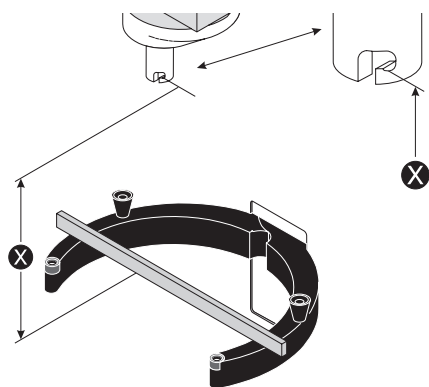

Рис. 6 Измерение высоты дежи X:
Расстояние (X) следует измерять от нижней части байонетного отверстия до поверхности захватов, на которые опирается дежа (рис. 6). Захваты дежи должны быть подняты в нормальное рабочее положение.